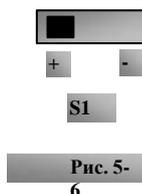
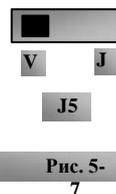

Рис. 5-6
Рис. 5-7
(7) Со стороны клемм управления имеется переключатель S1, показанный на Рис. 5-6. S1 используется для выбора диапазона входного напряжения канала AI1. При переключении S1 на —+I вводимый диапазон равен 0~10В, при переключении S1 на —I вводимый диапазон равен 10~10В.
(8) Замкните реле DI3, двигатель начнет работать вперед;
(9) Потенциометр может быть настроен и калиброван во время работы и использоваться для изменения текущей настройки частоты инвертора;
(10) Во время работы разомкните реле DI3, затем замкните реле DI4, направление работы изменится;
(11) Разомкните реле DI3 и DI4 и двигатель начнет замедляться до останова;
(12) Отключите питание вентилятора и инвертора.
(13) Аналоговая выходная клемма AO2 может выводить только сигнальный ток, клемма AO1 может выводить сигнальное напряжение и сигнальный ток, это выбирается переключателем J5, см. Рис. 5-7, зависимость вывода показана в таблице 5-4.